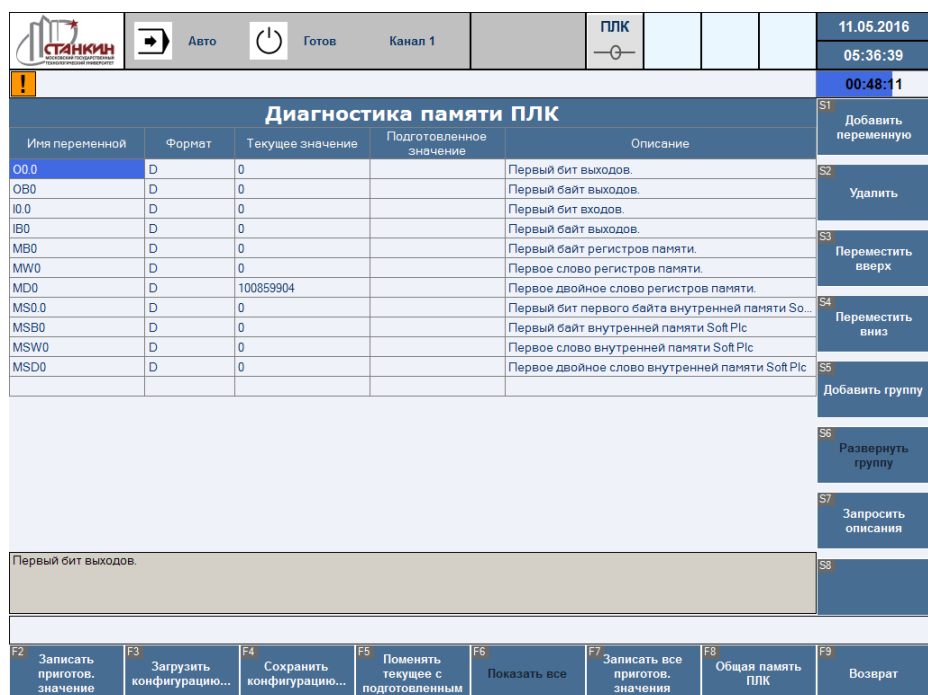

Рисунок 57 – Экран режима работы с диагностикой состояний входов-выходов контроллера электроавтоматики (Диагностика памяти ПЛК)
Режим диагностики ПЛК имеет два экрана – экран диагностики памяти ПЛК (Рисунок 57) и экран распределения общей памяти ПЛК (Рисунок 58).
- F8 – переход к экрану диагностики памяти ПЛК (Рисунок 57).